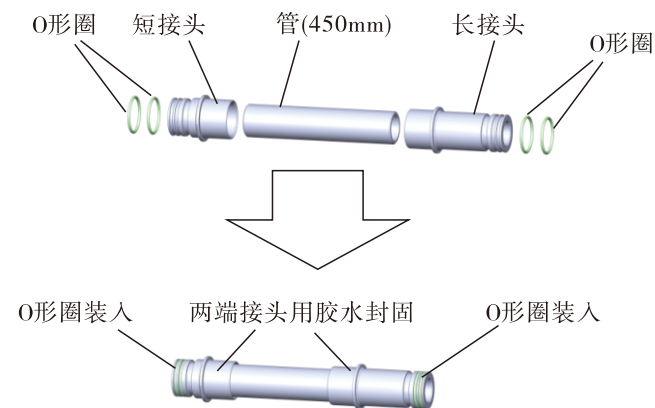

图2-2-1
1、如图2-2-1所示，用胶水固封管、短接头和长接头，再将O形圈分别装入长接头和短接头（共2只）；